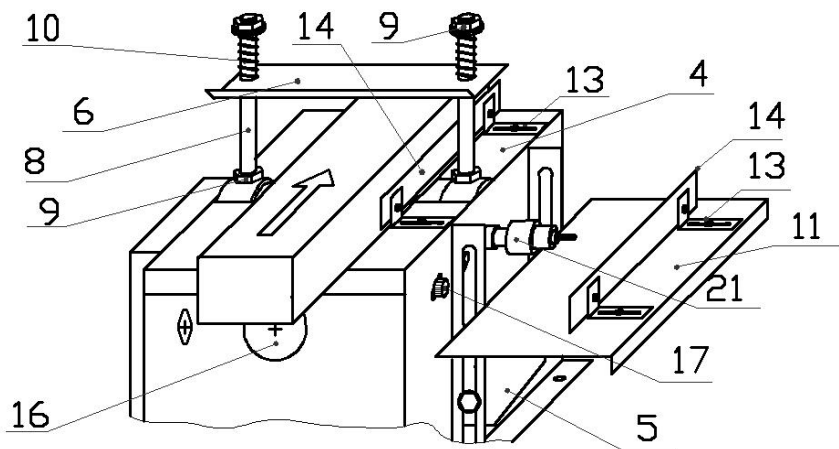
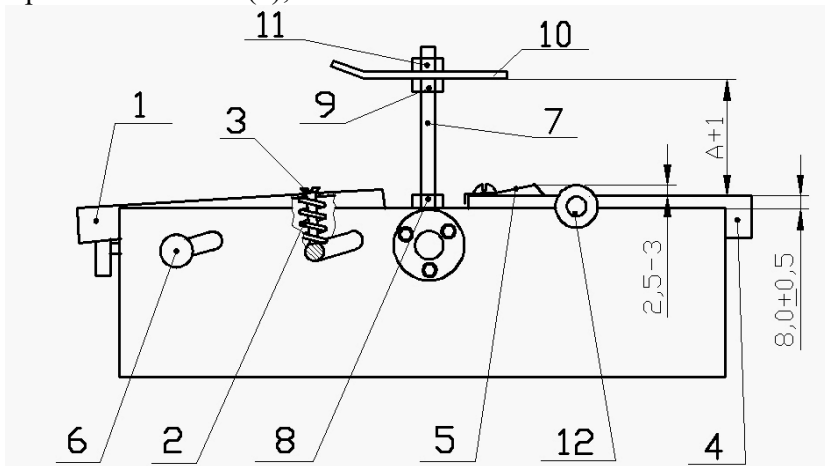
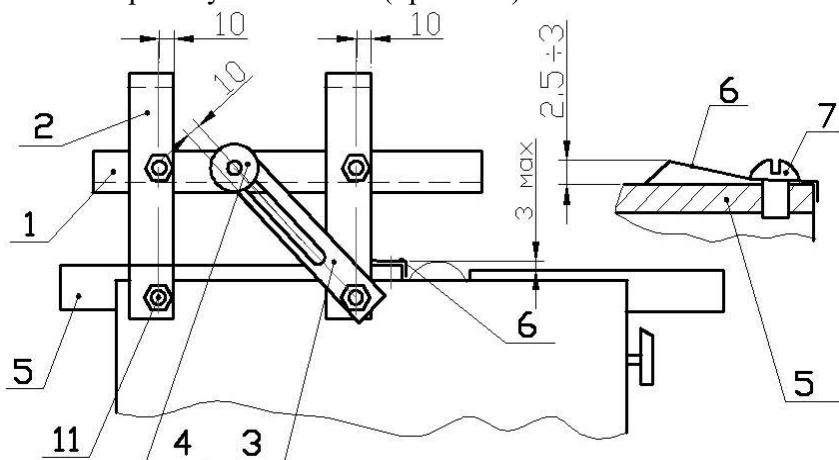

Рис. 6
Рис. 3
Рис. 4
4.3. Рейсмусное и концевое фрезерование, сверление. (Рис.6)
- Навернуть на конец вала сверлильный патрон (21);
- Установить на боковые уголки под валом кронштейны пыльного стола (5), пыльный стол (11), регулировочные уголки (13) и линейку (14). Отрегулировать необходимый размер обработки;
- Подавать материал при концевом фрезеровании и сверлении на конец сверла, при рейсмусном фрезеровании – между столом и фрезой вдоль направляющей линейки (14) не перегружая инструмент во избежание изгиба вала. **Внимание:** Вылет тела фрезы из патрона не должен превышать 30мм! Глубина резания – не более 15мм.
4.4. Пиление продольное, поперечное, под углом. (Рис.3, 7, 8, 9)
- Закрутить вниз винты (3) и подать штурвалом передний стол (1) в крайне верхнее положение, установив его выше заднего стола (4) на 2-3 мм (Рис.3);
В случае острой необходимости проведения обычного строгания на моделях Р и Р2 необходимо (см. Рис.3):
- Для моделей Р - снять пружинную пластину (5);
- Для моделей Р2 - снять подающий вал (12) с заднего стола (4) (если он установлен), для чего:
- разкрепить 4 болта крепления заднего стола к стенкам корпуса и снять задний стол (4);
- вынуть из стенок корпуса подающий вал (12) вместе с опорами;
- установить передний стол (1) штурвалом в крайне нижнее положение и зажать регулировочные винты (3);
- установить задний стол (4) на место параллельно стенкам корпуса в соответствии с размерами на Рис.3. При этом передний стол (1) должен иметь небольшой подъем ($1 \div 1,5$ мм) по отношению к заднему столу;
- Установить на задний стол (поз.4 на Рис.6) регулировочные уголки (13) и направляющую линейку (14) (при строгании под углом – дополнительно установить угловую линейку);
- Ввернуть шпильки (8) в опоры вала, и, не доводя до подшипников, законтрить их гайками (9), навернуть на шпильки гайки, одеть прижим (6), шайбы, пружины (10). Отрегулировать прижим (6) на требуемую высоту (на 5-10 мм меньше толщины материала) и поджать пружины гайками (9);
- Регулировку глубины строгания производить вращением штурвала (16), после чего фиксировать положение стола контрольным винтом (17) с правой стороны станка.
- Производить обработку, подавая материал вдоль направляющей линейки (14) «по волокну» материала, исключая подрыв материала;
При дальнейшем рейсмусовании – установить на место подающий вал или пружинную пластину и отрегулировать стол по Рис.3.
Операции, выполняемые на станке, показаны на Рис.3÷12. Стрелками указано направление движения режущего инструмента и подача.
4.1. Рейсмусование. (Рис. 3). (для всех модификаций Р)
- Проверить выставление ножей на 1,0 мм выше кромки заднего стола (4) и проворачиваемость строгального вала;
- Зажать (закрутить вниз) регулировочные винты (3);
- Установить передний стол (1) на 2 мм ниже заднего стола (4) штурвалом подачи переднего стола, после чего фиксировать положение стола контрольным винтом (6) с правой стороны станка;
- Отпустить винты (3) на 5 мм вверх и проверить подвижность переднего стола вверх и вниз под действием пружин (2) нажатием руки; в случае необходимости подрегулировать размер винтами (3);
- Ввернуть в опоры вала шпильки (7) и, не доводя до подшипников, законтрить их гайками (8);
- Навернуть на шпильки (7) опорные гайки (9), надеть на шпильки прижим (10) и закрепить его шайбами и гайками (11), выдерживая размер обработки $A+1$, где A – необходимый размер обработки; **Пружины на шпильки не устанавливать!;**
- В случае применения устройства быстрой регулировки размера рейсмусования (УБР) (для модификаций К), установите его в соответствии с Инструкцией по сборке УБР и Рис.4.
- Положите на передний стол обрабатываемый материал и прижмите его рейсмусным столом (1) УБР, после чего затяните гайки (4) крепления рейсмусного стола;
- При необходимости подрегулируйте размер рейсмусования, перемещая рейсмусный стол УБР (поз.1 на Рис.4) или прижим (поз.10 на Рис.3) вниз или вверх.
В модификации P2: Пружинная пластина (5 на Рис.3; 6 на Рис.4) не устанавливается. В случае проскальзывания доски по обрешиненному валу (12 на Рис.3) следует опустить ножи ниже от плоскости заднего стола (4 на Рис.3), а, при тугом вращении вала, соответственно, поднять ножи выше.